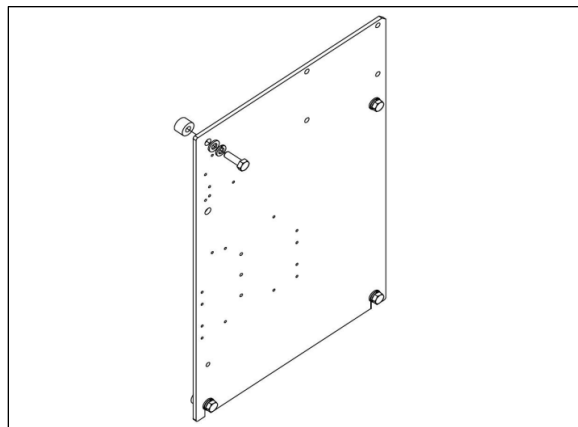
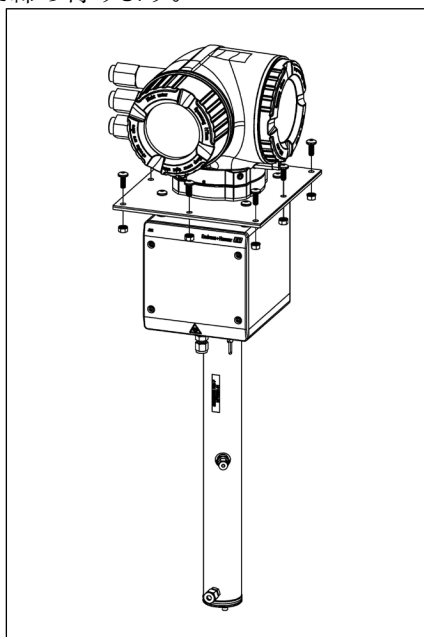

図 9. J22 パネル用スペーサ
図 10. プレート取付ブラケットおよび金具類
1. ユーザーが用意したエンクロージャーに適切なカットアウトを設けるには、図 9 → 図 10 の取付プレートの寸法を参照してください。